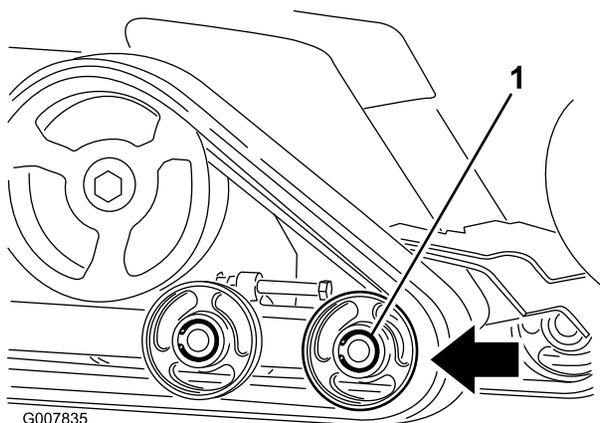

Figura 61
6. Spingete indietro la ruota anteriore non motrice quanto più possibile (Figura 61).
8. Dopo avere liberato il cingolo dalla ruota non motrice, toglietelo dalla macchina (Figura 61).
9. Avvolgete il cingolo nuovo sulla ruota, iniziando dalla ruota motrice e controllando che i denti del cingolo si posizionino tra i distanziali della ruota (Figura 61).
10. Spingete il cingolo sotto le ruote non motrici (Figura 61).